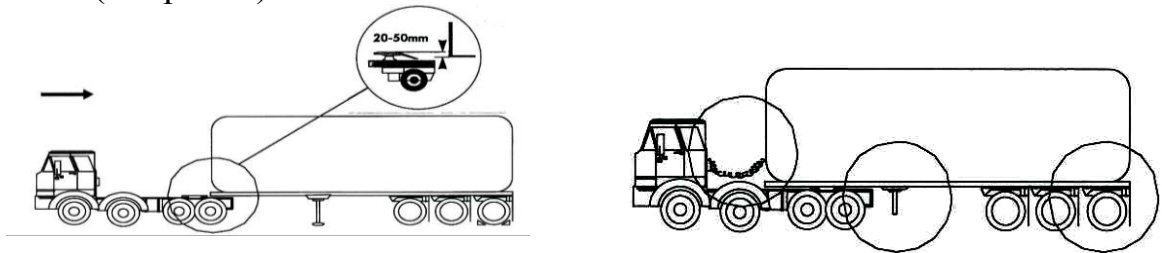

Рис. 5- Соединение седельного тягача с полуприцепом.
- при соединении седельного тягача с полуприцепом необходимо, чтобы опорная плита была на одном уровне с плитой ОСУ или максимум на 50 мм ниже нее (см. рис. 5);
- уберите упорное устройство, отпустите стояночный тормоз и уберите противооткаты (см. рис. 5).